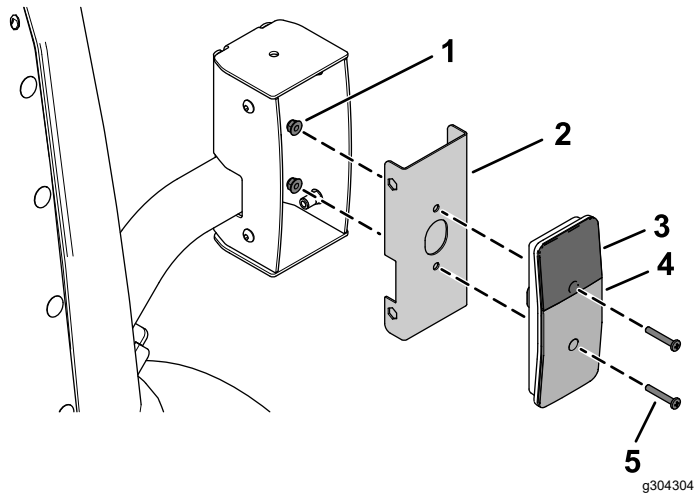

**Figura 29**
5. Enrute el conector del arnés de cables marcado HORN (P13) hasta el claxon. Conecte el arnés al claxon (Figura 29).